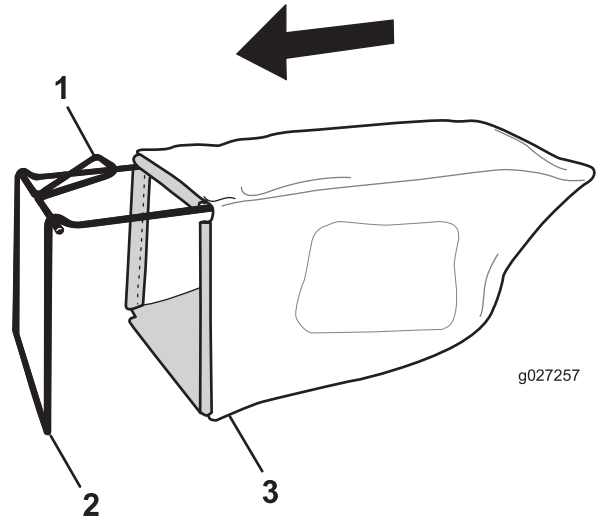

Figura 5
1. Coloque la bolsa de recogida sobre el bastidor, según se muestra en la Figura 5.
Nota: No coloque la bolsa sobre el manillar (Figura 5).
Esta máquina sólo funciona si la llave está introducida del todo en el receptáculo del enchufe (Figura 5). Para evitar un arranque accidental o el uso no autorizado de la máquina, retire siempre la llave del receptáculo del enchufe cuando deje la máquina sin supervisar. Guarde la llave fuera del alcance de los niños.